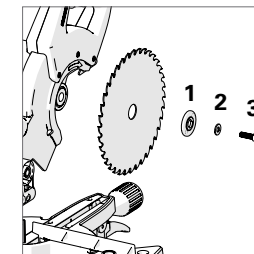

Fig. 41
Installez la bride extérieure (1) (face plate contre l'outil), la rondelle (2) et la vis de l'arbre (3). (Fig. 41).